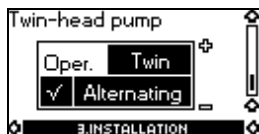

Fig. 5 Ecran, pompă cu cap dublu
Acest ecran (fig. 5) este disponibil numai când R100 este îndreptat spre pompa principală (1).